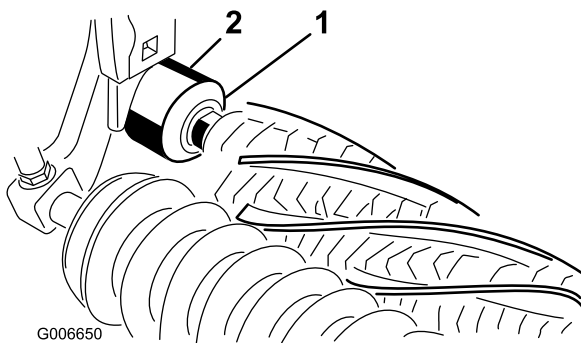

図 12
24. 各エクスクルーダ・シールのリップがそれぞれのベアリング・ハウジングに軽く接触するようにすること（図 12）。